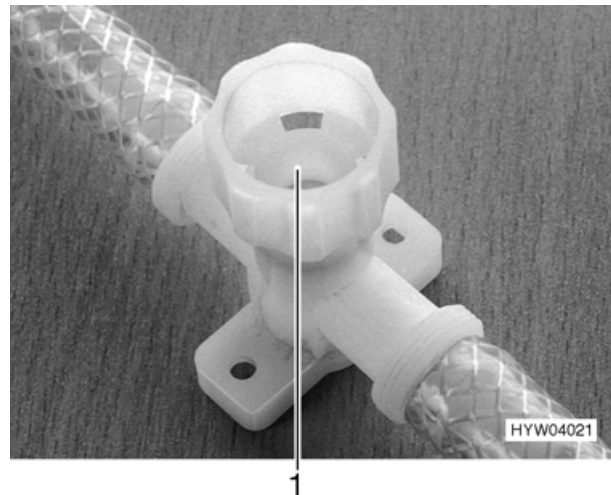

Fig. 75 Valvola di scarico
- Chiudere i rubinetti di scarico del coperchio (Fig. 75,1) girandoli in senso orario.